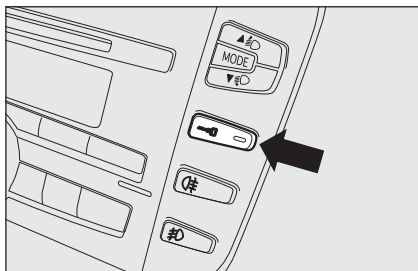

fig. 13
- ☐ tecla **fig. 13** de bloqueo/desbloqueo de las puertas, situada en el embellecedor central;